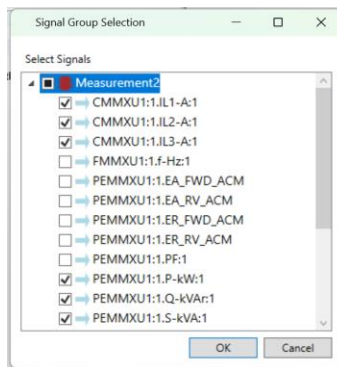

Imagen 170_Selección de armónicos.
3.33 En la ventana antes mencionada vamos a seleccionar las siguientes opciones que se muestran en la **Imagen 170**.